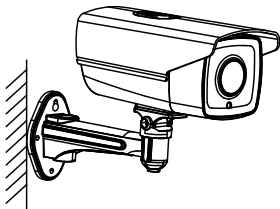

图2-23 固定摄像机
6. **固定摄像机：**拧紧支架紧固螺钉，固定摄像机，完成安装。如图 2-23 所示。